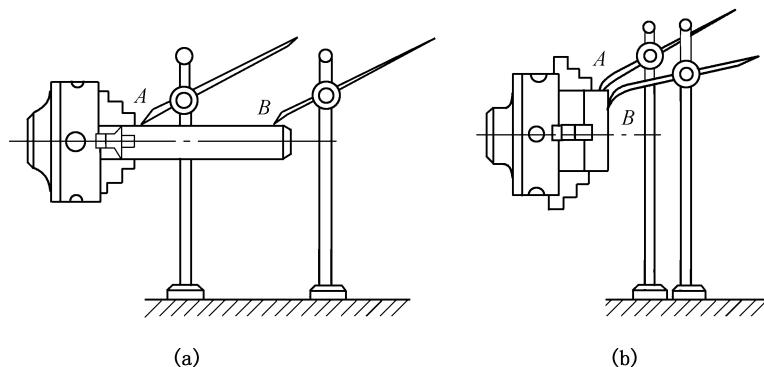

图2-11 工件的找正练习
工件的找正练习如图2-11所示,操作步骤如下:
(1) 轴类零件的找正方法(图2-11(a))。轴类零件通常找正外圆A和B两点,其方法是先找正A点外圆,后找正B点外圆,找正A点外圆时,应调整卡爪,找正B点外圆时用铜棒敲击。
(2) 盘类零件的找正方法(图2-11(b))。盘类零件通常既要找正外圆,又要找正平面,(即A点和B点)找正A点外圆时,用移动卡爪调整;找正B点平面时,用铜棒敲击。